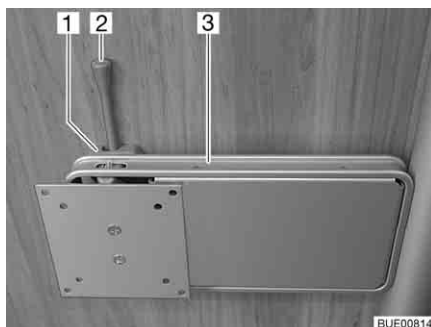

Fig. 47 Supporto su colonna
- Spingere di lato la leva di sbloccaggio (Fig. 47,2) e ruotare il supporto (Fig. 47,3) con lo schermo piatto nella posizione desiderata.
- Riportare indietro lo schermo piatto finché il supporto (Fig. 47,3) non si innesta nel bloccaggio (Fig. 47,1).